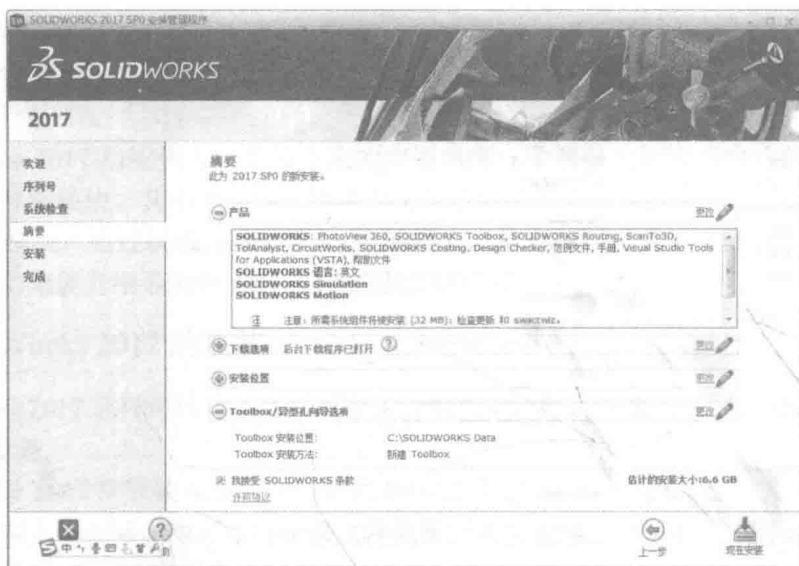
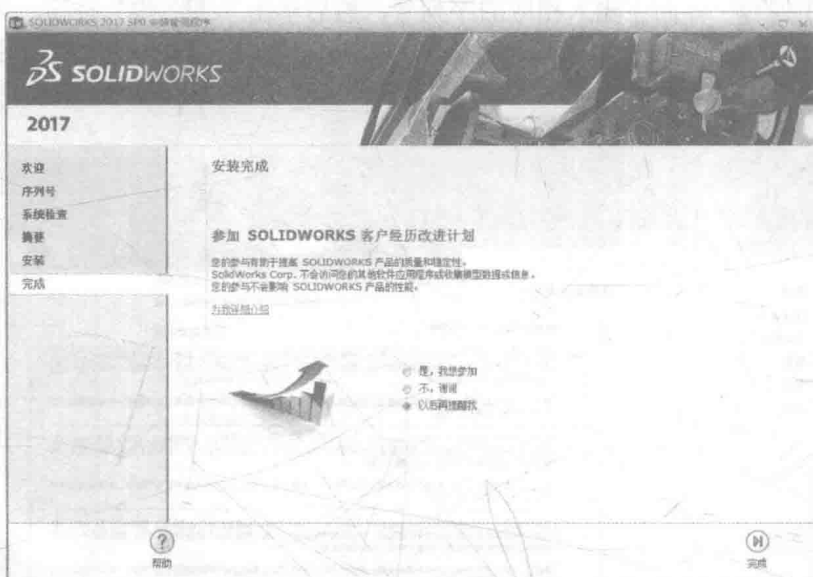

图 1-4 “摘要”界面
图 1-5 “安装完成”界面
④ 进入“摘要”界面，如图 1-4 所示，其主要信息包括产品信息介绍、下载选项、安装位置和 Toolbox/异型孔向导选项。单击“安装位置”选项右侧的“更改”按钮，在计算机上选择一个软件安装位置后，单击界面右下角的“现在安装”按钮，此时就开始安装软件。安装的时间较长，可耐心等待，一直到安装完毕后会进入如图 1-5 所示的“安装完成”界面，保持默认选项，单击“完成”按钮，整个软件就安装完成了。